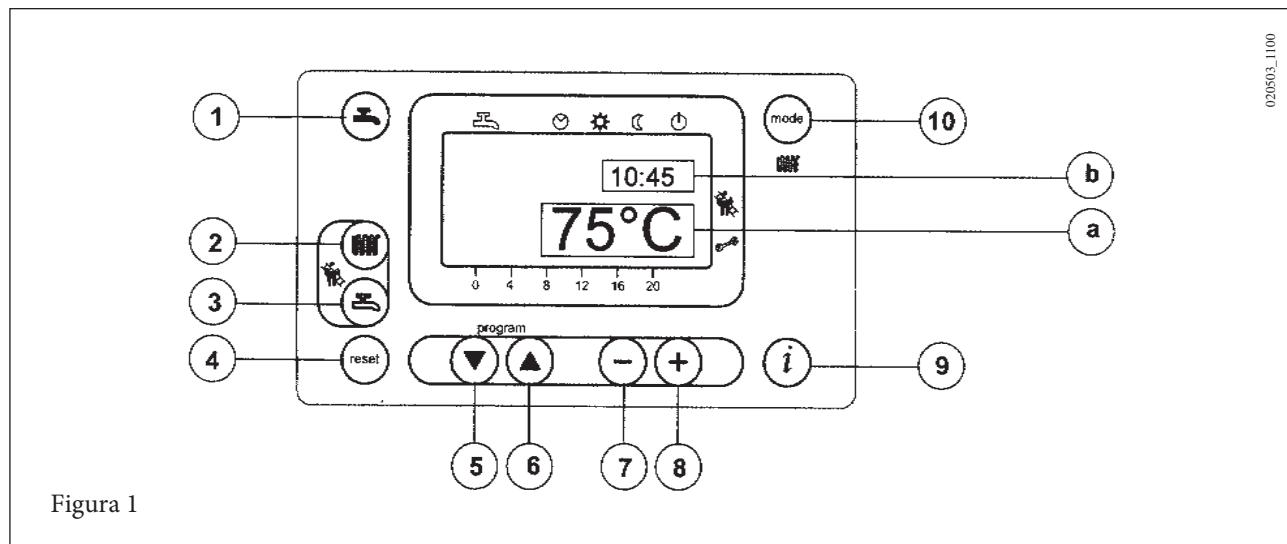
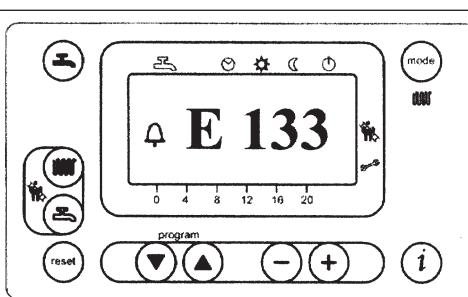

Figura 1
Figura 4
- Apăsați tasta  $\text{mode}$  (2- figura 1) pentru a seta temperatura de încălzire a apei;
- apăsați una din tastele  $\text{mode}$  (1 sau 10 - figura 1) pentru a memora și pentru a reveni la meniul principal.
N.b - Cu sonda externă racordată, cu ajutorul tastei  $- +$  (2 - figura 1) este
- Apăsați tasta  $\text{mode}$  (3- figura 1) pentru a seta temperatura maximă a apei menajere;
- apăsați una din cele două taste  $\text{mode}$  (1 sau 10 - figura 1) pentru a memora și pentru a reveni la meniul principal.
Pe afișajul principal (figura 1 a) apar indicatoarele de anomalie împreună cu simbolul (figura 4).